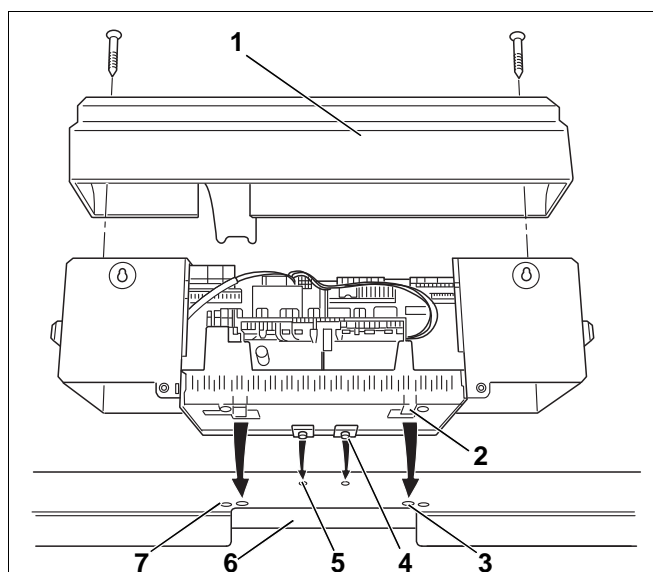

Рис. 17 Установка системы управления
На рис. 17 изображена система управления с передней крышкой (рис. 17, поз. 1), вид сзади.
- Выверните два винта на крышке (рис. 17, поз. 1). Снимите крышку вверх.
- Установите систему управления спереди задвижными крюками (рис. 17, поз. 4) в овальные отверстия на передней крышке котла (рис. 17, поз. 5).
- Сдвиньте систему управления вперед и затем откиньте назад. Упругие крюки (рис. 17, поз. 2) должны войти сзади в прямоугольные отверстия передней крышки котла (рис. 17, поз. 3).
- Закрепите цоколь системы управления слева и справа от кабельного прохода (рис. 17, поз. 6) к передней крышке котла двумя саморезами (рис. 17, поз. 7).
- Установите крышку (рис. 17, стр. 23) на систему управления.
- Закрепите крышку системы управления винтами (рис. 17, стр. 23).